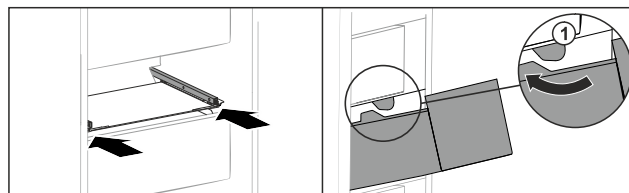

Fig. 149
- Umetnite ladicu oko zaustavljača Fig. 149 (1).